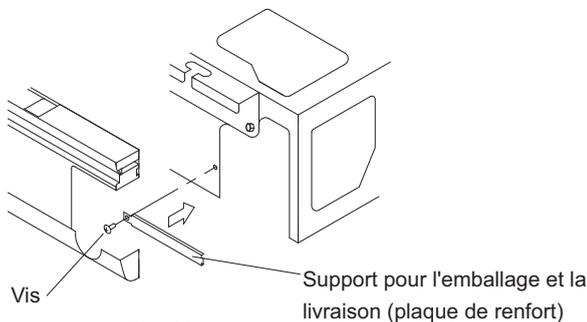

Fig. 29
- Après avoir effectué les travaux de tuyauterie d'évacuation, installez le support pour l'emballage et la livraison (plaque de renforcement) qui a été retiré dans la section "6. TRAVAUX DE TUYAUTERIE DE FLUIDE FRIGORIFIQUE". Toutefois, il n'est pas nécessaire d'installer le support pour l'emballage et la livraison sur le côté droit (plaque de renforcement). (Reportez-vous à la Fig. 29)